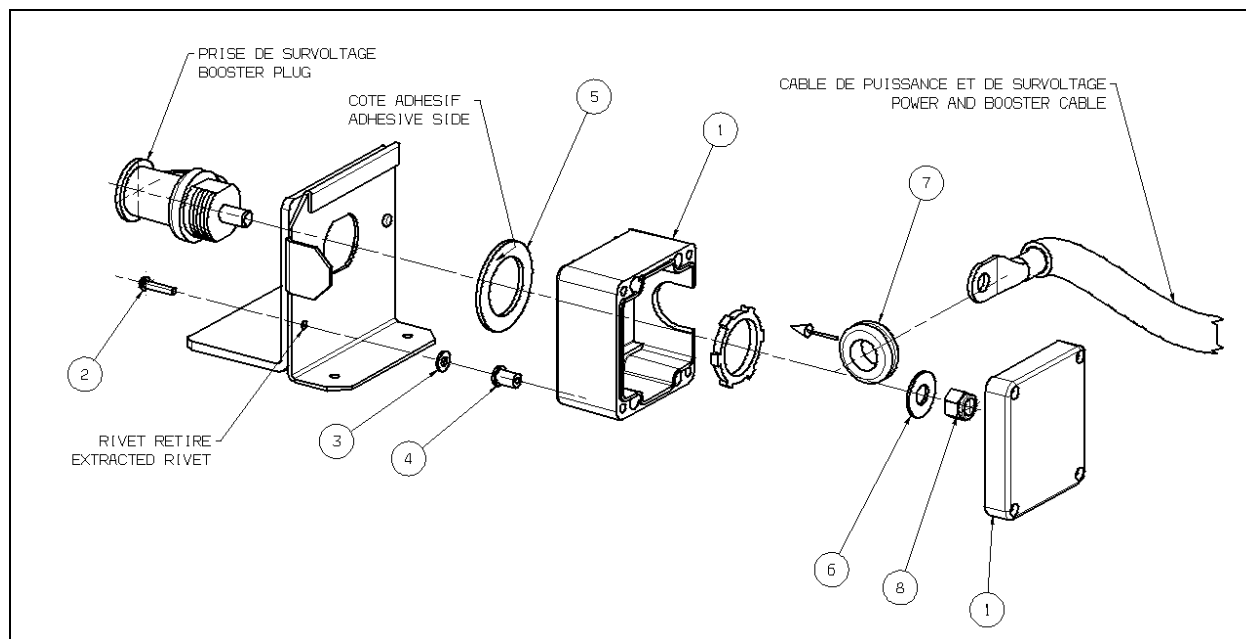

FIGURE 1
6. Retirer le rivet du support du bloc de démarrage (Voir figure 1).
8. Insérer la borne positive par le trou du support, glissez la rondelle d'étanchéité en mousse **5** (382444) avec le côté adhésif vers le boîtier, puis le boîtier **1** (382441) en vous assurant que le trou d'égouttement est situé vers le bas. Vissez l'écrou de fixation de la borne mis de côté antérieurement (Voir figure 1).